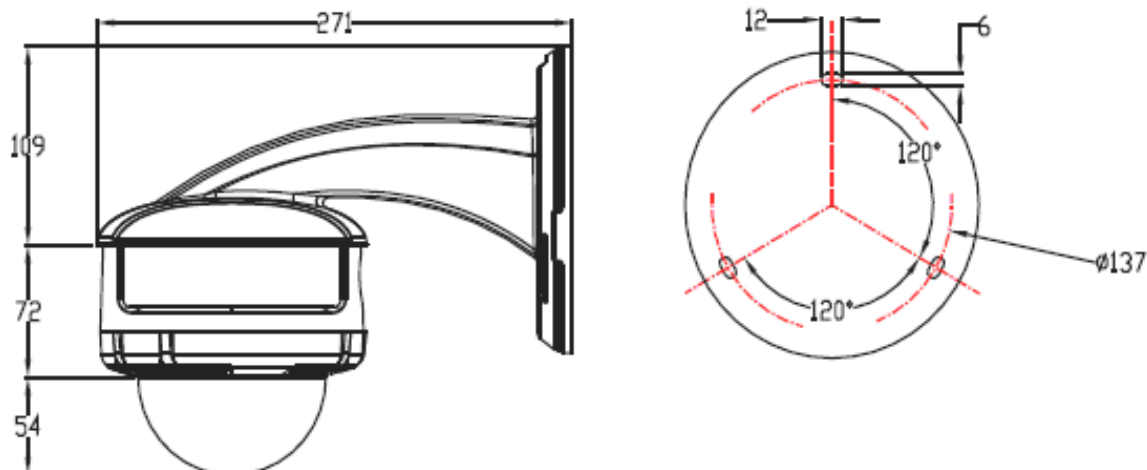

Рис. 1.1-1 Габаритные размеры камеры с кронштейном
- В вертикальной плоскости заранее необходимо подготовить отверстия в соответствии с рис. 1.1-1.